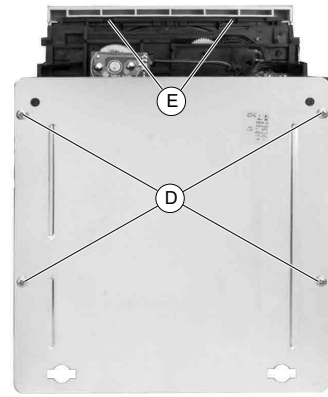

Fig. 4
- 4 Schrauben (D) (Fig. 4) herausdrehen.
- Undo the 4 screws (D) (Fig. 4).